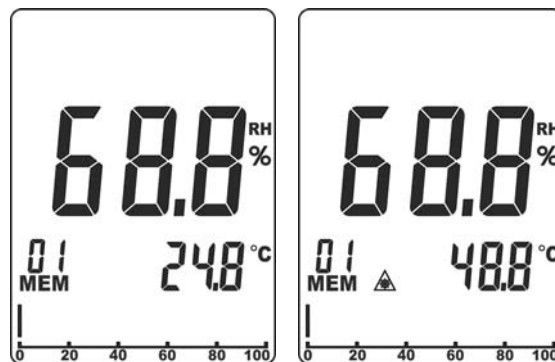

Fig. 10: Misura temperatura all'infrarosso (IRT)
3. La temperatura dell'aria è mostrata sul display secondario (vedere Fig. 10 – parte sinistra)
4. Premere il tasto **IRT/▲** per attivare la misura IRT. Il puntatore laser si attiva per un istante e il simbolo "▲" è mostrato a display fino al termine della misura. Il valore della temperatura IRT è mostrata sul display secondario per circa 15s (vedere Fig. 10 – parte destra) e successivamente lo strumento ritorna automaticamente nella misura della temperatura dell'aria